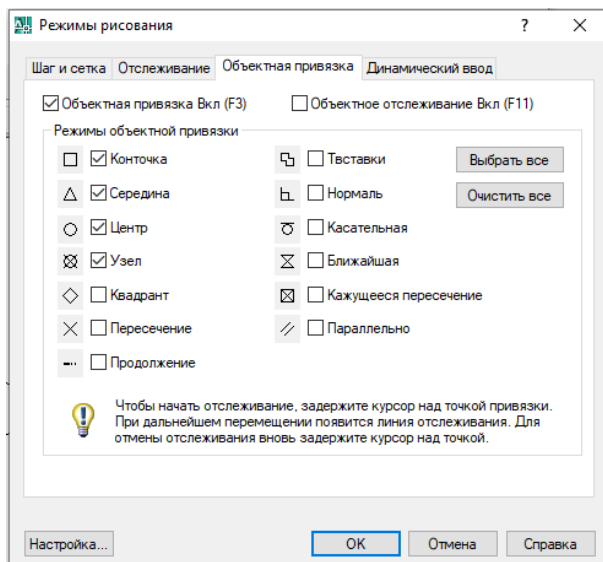
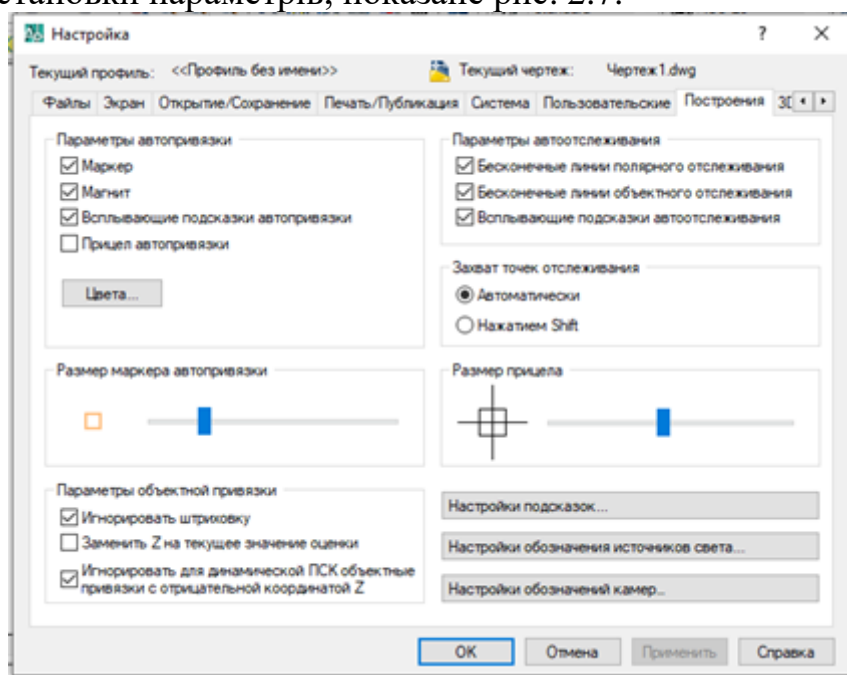
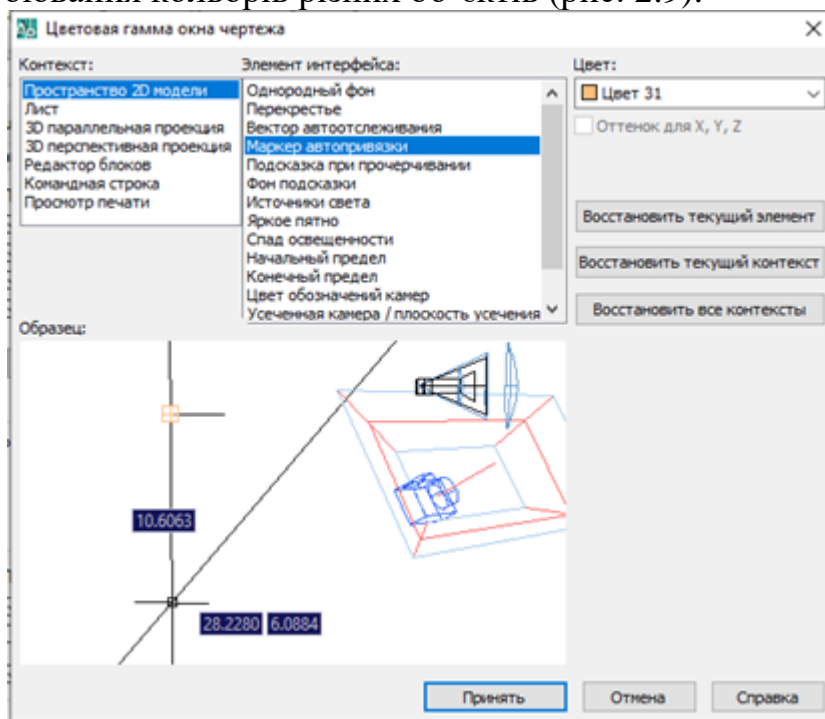

Рис. 2.6 Диалогове вікно **Режимы рисования**
Рис. 2.7 Вікно **Настройка**
Рис. 2.9 Вікно **Цветовая гамма окна чертежа**
Встановлення постійних режимів об'єктної прив'язки. У процесі практичної роботи зручно встановити постійно визначені режими прив'язки. Наприклад, у більшості випадків малювання або редагування зручний режим прив'язки до кінцевих та середніх точок об'єктів або до центру кіл. Зручним є і постійно включений режим прив'язки до перетину об'єктів. Ввести такий режим можна з діалогового вікна **Режими рисования**, показаного на рис. 2.6.
Небажано постійно включати такий режим об'єктної прив'язки, як **Ближайшая**, оскільки це призведе до відстеження всіх найближчих точок усіх об'єктів (рис. 2.6). У цьому вікні знизу є кнопка **Настройка**, клацання по якій відкриє вікно установки параметрів, показане рис. 2.7.
В зоні вікна **Настройка** (рис. 2.7) є також вікно **Цвета....** Воно дозволяє провести налаштування кольорів різних об'єктів (рис. 2.9).
- у вікні **Режимы рисования** (рис. 2.6) у закладці **Объектная привязка** є прапорець **Объектная привязка Вкл (F3)**. Встановлення або зняття прапорця, пов'язаного з ним, призводить до увімкнення або вимкнення режиму;